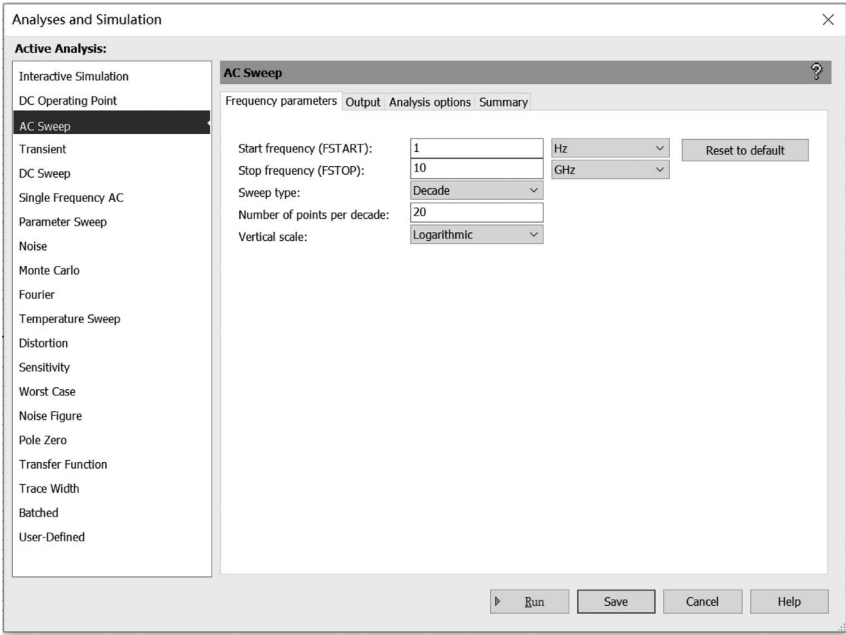

图 5.3.1 AC Sweep 对话框中的频率参数设置选项卡
- (1) 在电路工作窗口创建需进行分析的电路,并设定输入信号的幅值和相位。
- (2) 单击菜单栏中 Edit 菜单下 Properties 命令,在 Sheet Visibility 选项卡下,选定 Net names 中的 Show all,把电路中的节点标志显示到电路图上。
- (3) 单击 Simulate/Analyses and Simulation/AC Sweep 命令,打开相应的对话框如图 5.3.1 所示,在 Frequency parameters 选项卡中,设置仿真参数。